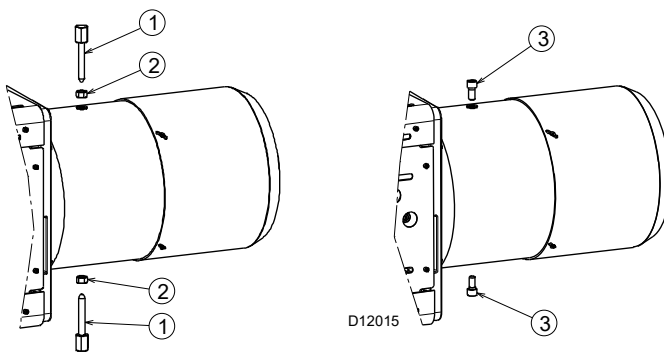

Fig. 14
- Prima di montare il bruciatore sulla caldaia rimuovere le viti e i dadi 1)-2)(Fig. 14).